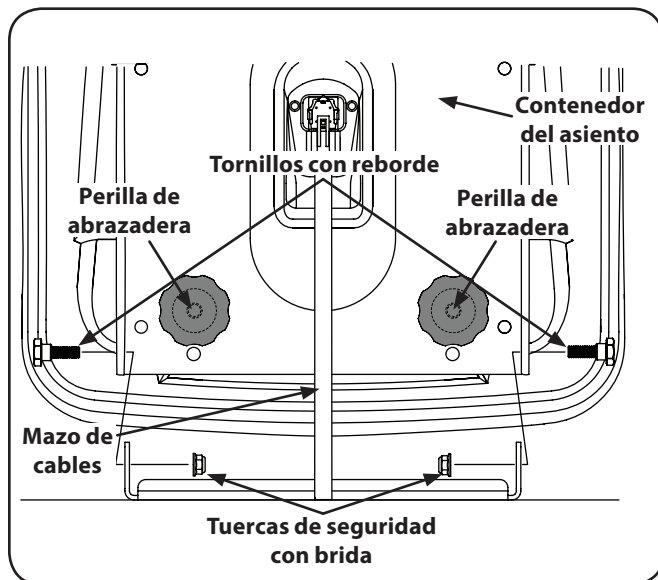

Figura 3-4
2. Quite los dos tornillos con reborde y las tuercas de seguridad con brida del contenedor del asiento tal como se muestra en la Figura 3-4.
3. Gire el asiento hasta la posición deseada y asegúrelo en su lugar con los tornillos de reborde y las tuercas de seguridad con brida que extrajo antes. Tenga cuidado de no doblar o dañar el cableado mientras instala el asiento. Vea la Figura 3-4.